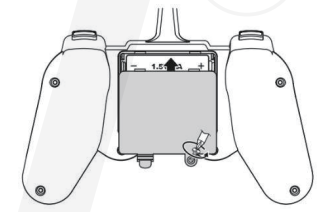

Abb.3
3. Schließen Sie den Batteriedeckel und ziehen Sie die Schrauben fest (Abb. 3).